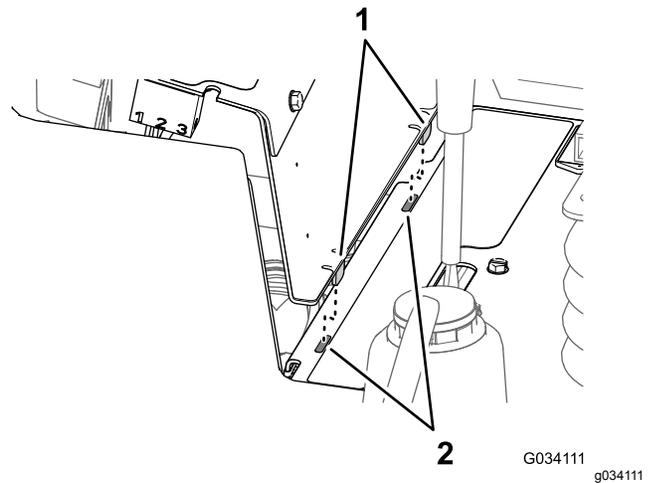

Рисунок 56
2. Совместите два выступа в нижней части боковой панели с двумя пазами в раме консоли (Рисунок 56).